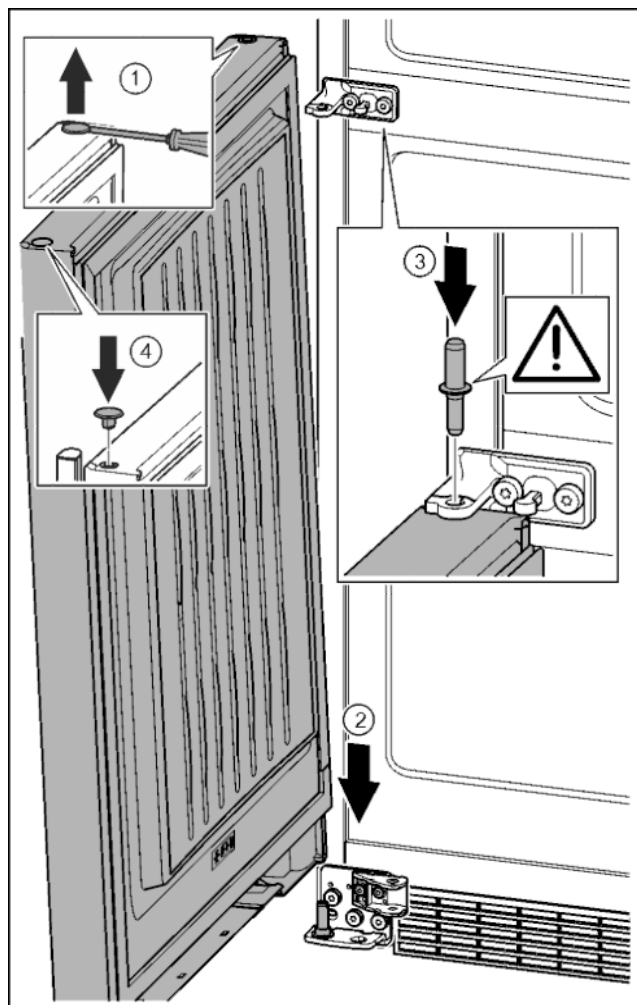

Fig. 36
- ▶ Осторожно приподнять шлицевой отверткой заглушку и извлечь ее. Fig. 36 (1)
- ▶ Установить дверь сверху на нижний опорный палец. Fig. 36 (2)
- ▶ Вставить средний опорный палец через средний опорный кронштейн в нижнюю дверь. При этом следить за тем, чтобы выступ фиксатора был направлен назад. Fig. 36 (3)
- ▶ Заглушку снова вставить с другой стороны. Fig. 36 (4)